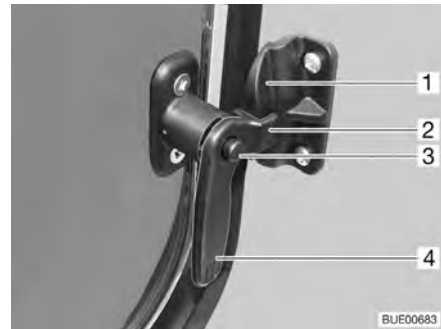

Bild 30 Fönster på ingångsdörren i läget "kontinuerlig vädring"
- Tryck på låsknappen (Bild 30,3) och håll den nedtryckt.
- Sväng låsarmen (Bild 30,4) mot fönstrets mitt.
- Vrid tillbaka låsarmen. Därvid måste fästdelen (Bild 30,2) på låsarmen föras in i spåret på fönsterlåset (Bild 30,1).